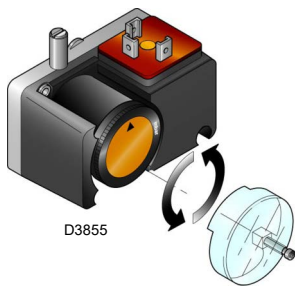

Abb. 22
- Regeln Sie den Minimal-Gasdruckwächter (Abb. 22) auf den Skalenanfang.